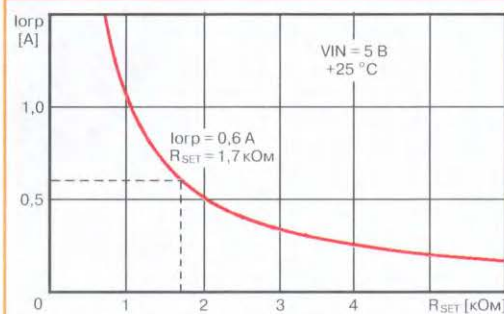

Рис. 1
5. Ответ — 0. К разъёму USB C подключаются периферийные устройства, для которых модуль Arduino GIGA R1 WiFi является источником напряжения 5 В. U9 — это интегральный ограничитель тока SLG59H1341C фирмы Renesas. Порог его срабатывания регулируется в пределах 0,15...1,6 А резистором, подключаемым между выводами RSET и GND. В рассматриваемой схеме его функцию выполняют резисторы R32, R34, R37 с эквивалентным сопротивлением $5,1/3 = 1,7$ кОм, что соответствует номинальному току ограничения 600 мА (рис. 1, [2]).